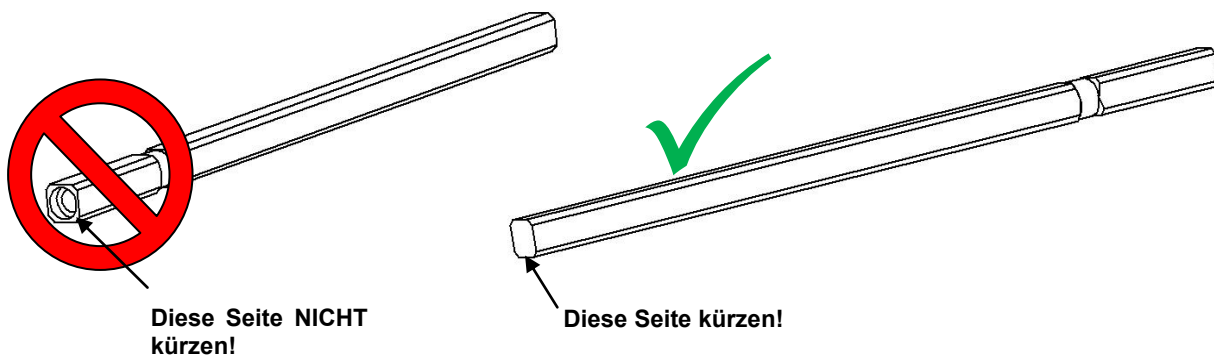

Abbildung 9: Antriebswelle kürzen
Kürzen Sie die Antriebswelle (2) nur auf der **nicht** gebohrten Seite (siehe Abbildung 9)!